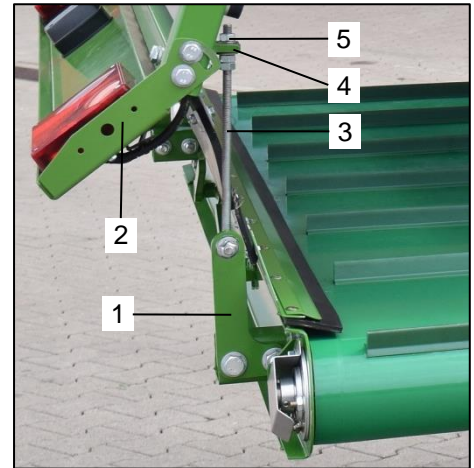

Bild 44: Querförderband mit Heckklappe verbinden
- Hängen Sie die am Querförderband (Bild 44 / Pos. 1) befestigten Gewindestangen (Bild 44 / Pos. 3) auf beiden Maschinenseiten in die Halterungen (Bild 44 / Pos. 4) an der Heckklappe (Bild 44 / Pos. 2) ein.
- Ziehen Sie die Muttern (Bild 44 / Pos. 5) an.